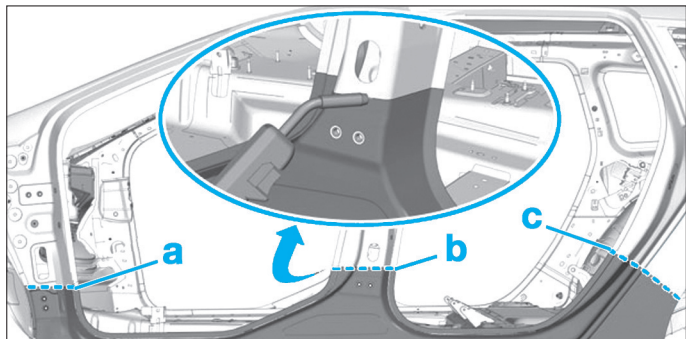

FIG. 113
- Souder par cordon MAG les zones (a), (b) et (c) (Fig.113).